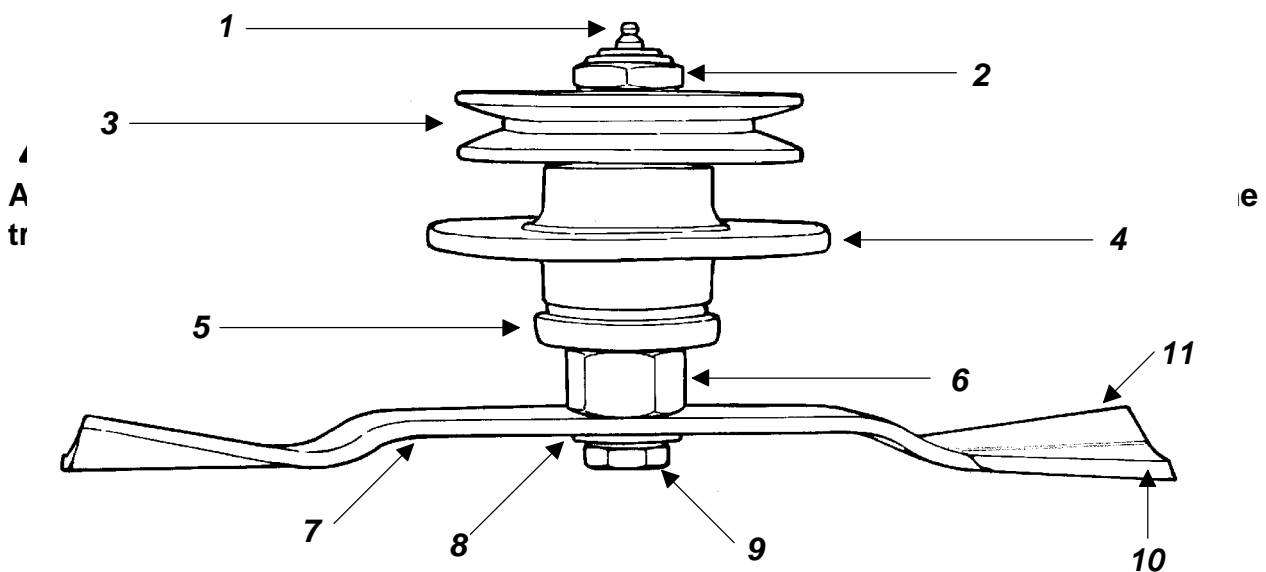

Abb. 10
1. Für einen Bediener, der sich vor der unteren Rahmenseite befindet, drehen sich die Messer gegen den Uhrzeigersinn. Die Messerklinge muss in Laufrichtung zeigen, die der Klinge entgegengesetzte Rippe zum Rahmen (**siehe Abb. 10**).
2. Tellerfeder in den Bolzen einsetzen (**siehe Abb. 10**). Nach Einbau des Messers nach obiger Anweisung den Bolzen in die Welle einschrauben.